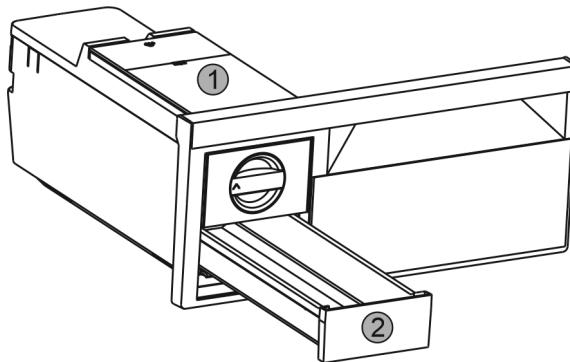

Fig. 69
- Извадете резервоара за вода Fig. 69 (1) и чекмеджето за ледени кубчета Fig. 69 (2).